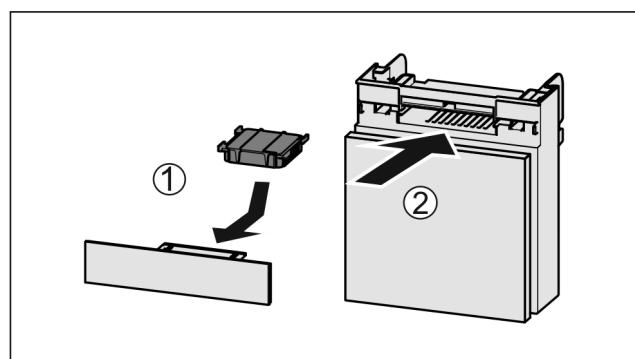

Fig. 44
- Вставити фільтр з активованого вугілля за малюнком Fig. 44 (1).
- Вставити відділення Fig. 44 (2).